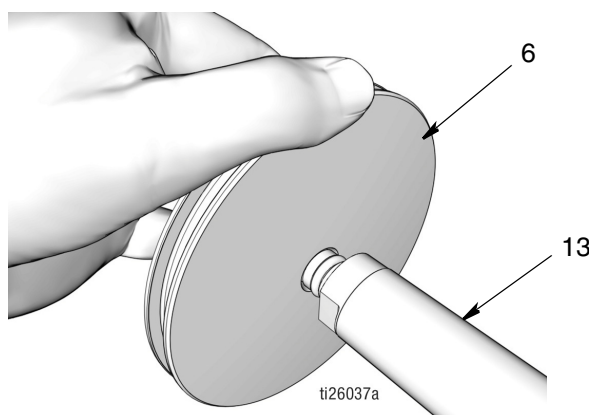

FIG. 50
- Premere il pistone (6) sull'estremità dell'asta del pistone (13) fino a quando non è completamente inserito nell'asta (FIG. 50).